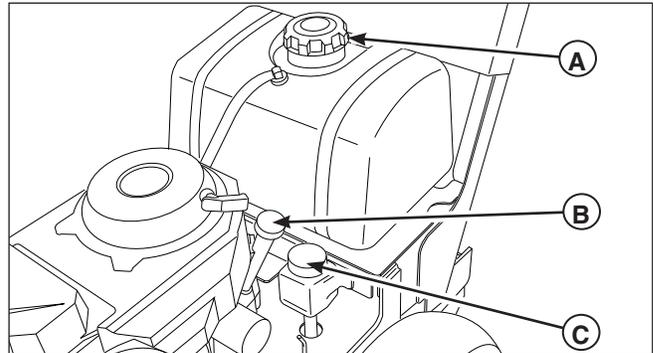

Figura 1. Verificaciones antes del arranque
- Verifique que el cárter esté lleno hasta la marca completa en la varilla para medir la profundidad del aceite del motor (**B, Figura 1**). Consulte el Manual del operador del motor para obtener instrucciones y recomendaciones de aceite.